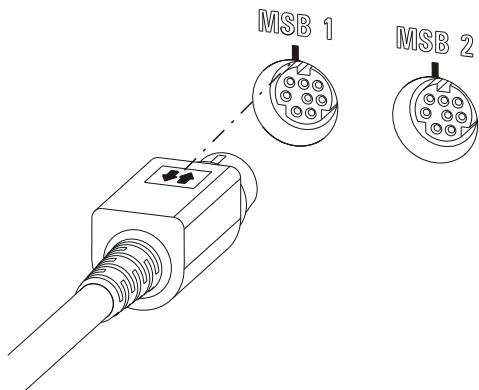

图5 MSB 接口
- 连接时请您注意 MSB 插头标有箭头的平面一侧朝向 MSB 接口的标志（参见图5，第13页）。